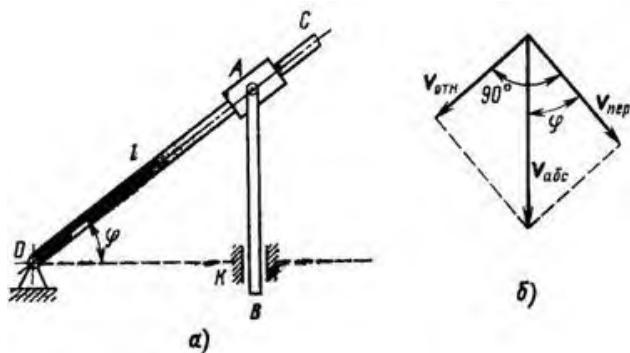

Рисунок 18
1. В кулисном механизме (рис. 18, а) кулиса ОС качается вокруг оси О, перпендикулярной плоскости чертежа. Ползун А перемещается вдоль кривошипа и приводит в возвратно-поступательное движение стержень АВ, который перемещается в вертикальных направляющих К. Определить скорость движения ползуна относительно кулисы ОС, если $ОК = l$, а угловая скорость кривошипа ω .